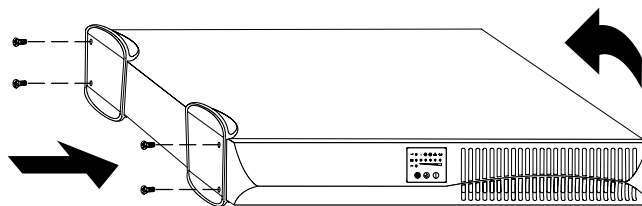

Figura 6. Instalación de los pedestales del SIE
2. Coloque el SIE en forma horizontal, de manera que el extremo izquierdo del gabinete esté accesible (consulte la Figura 6).